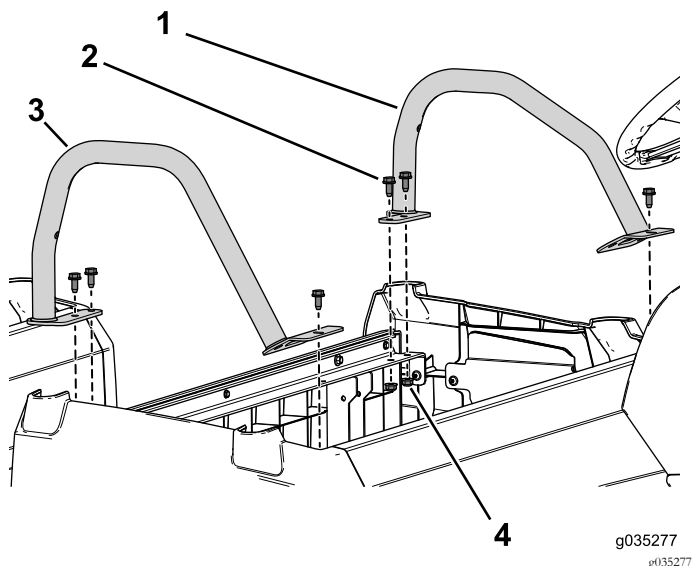

Figure 51
3. Avec les 6 boulons à embase (3/16" x 3/4") et écrous à embase, fixez les dispositifs de retenue du bassin gauche et droit à la base des sièges avant (Figure 51).